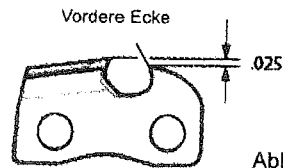

Abbildung 18
3. Entfernen Sie die Tiefenlehre. Runden Sie mit der Flachfeile die vorderen Ecken der Schneideflächen / Tiefenmaß ab. Nach einigen manuellen Feilvorgängen sollten Sie von einem Schärfdienst oder einem anderen entsprechenden Dienstleister die Kette mit einer Schärmaschine schärfen lassen. Dadurch ist sichergestellt, dass Ihre Kette gleichmäßig und ohne Unebenheiten geschliffen wird. (Siehe Abbildung 18)